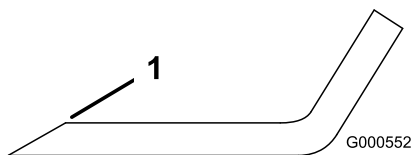

Figura 58
- Utilice una lima para afilar el filo de corte en ambos extremos de la cuchilla (Figura 58).
Nota: Si la cuchilla no está equilibrada, rebaje algo del metal en la parte de la vela solamente con una lima (Figura 58).